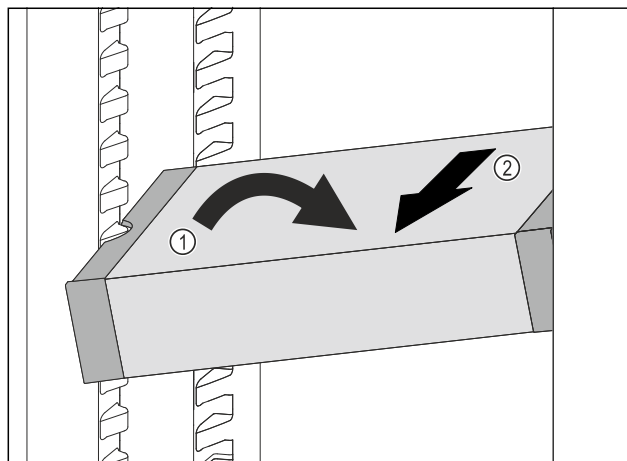

Fig. 135
- VarioSafe postavte v chladničce šikmo. Fig. 135 (1)
- VarioSafe odeberte směrem dopředu. Fig. 135 (2)